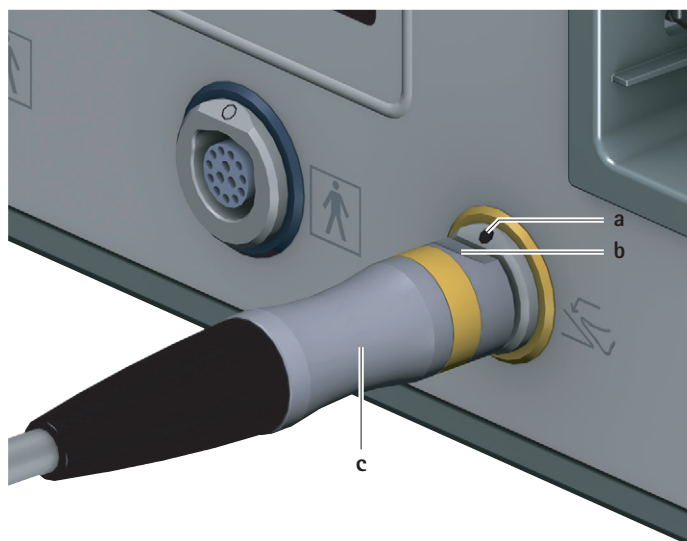

Рис. 2 Подсоединение блока ножного управления
- ▶ Выровнять штекер блока ножного управления с так, чтобы маркировка **b** на штекере соответствовала маркировке **a** на гнезде блока ножного управления **б**, см. Рис. 2.
- ▶ Вытянуть штекер блока ножного управления с из гнезда блока ножного управления 6, см. Рис. 2.